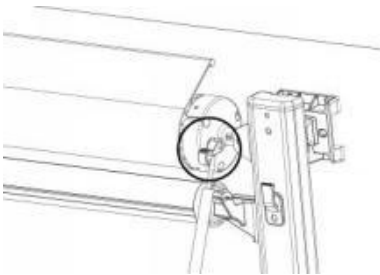

Figure D2
2. Drehen Sie den Ratschenhebel mithilfe des Zugstabs vorsichtig in die Position OFFEN. (Abbildung D2)